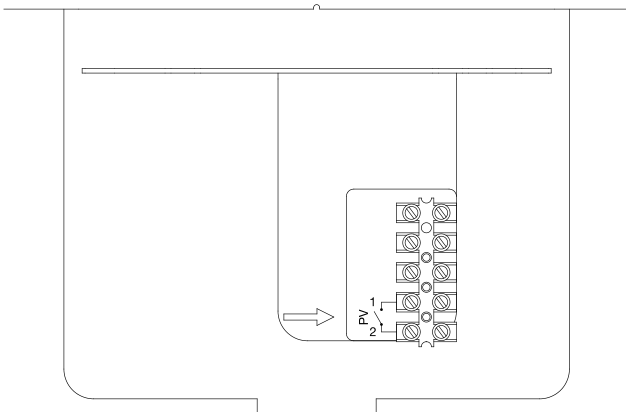

Рис. 24. Порт підключення ФВ
- У разі безпотенційного контакту між затискачами 1 і 2 активується функція ФВ (рис. 24).